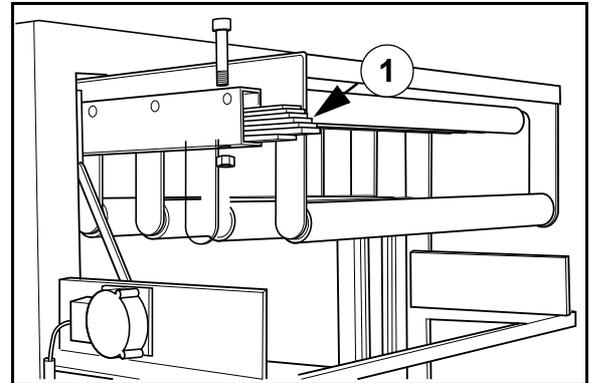

Fig. 19 Posizionamento dei pesi
- 1 Collocare un numero idoneo di pesi sul ballerino, come mostrato in Fig. 19. Fissarli per mezzo di viti su entrambi i lati. Il numero esatto viene determinato durante il funzionamento (pellicola sottile – peso minore).